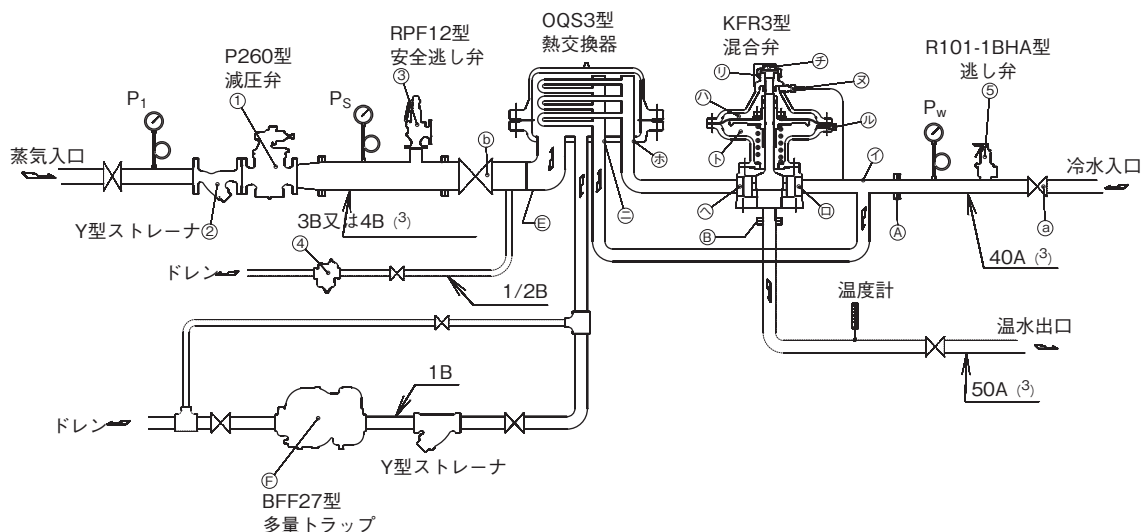

図4 作動説明図
- 7.3 保守及び温度設定を容易にするために、冷水入口④及び蒸気入口⑤の前に圧力計を、温水出口③の後に温度計を取り付けてください。(図4参照)
- 8.1 はじめて運転する時 (図4参照)
備考 蒸気系配管は図示してありません。図4と同じです。